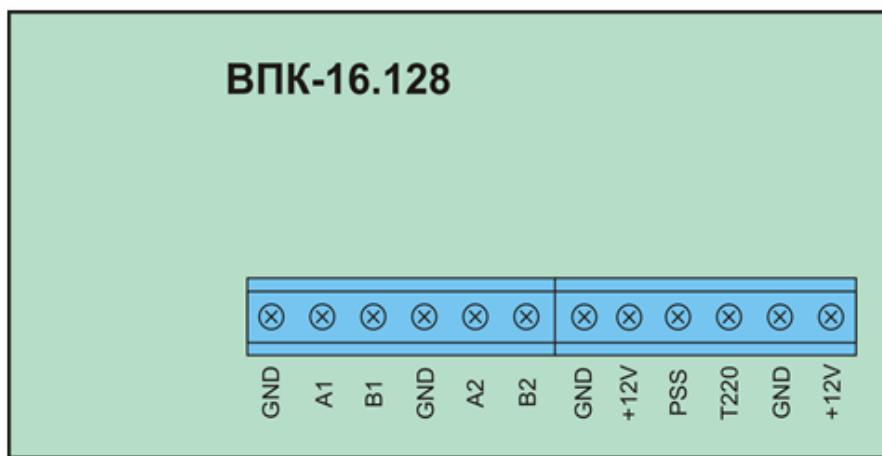

Рисунок 7.8 – Клеми підключення ВПК
Клеми підключення ВПК наведені на рис. 7.8.
- З'єднати відповідні клеми ВПК: A1, B1, A2, B2, GND з клемами ППКП: A1, B1, A2, B2, GND. (рис. 7.8.) Клеми з позначенням A1, B1 (A2, B2) мають